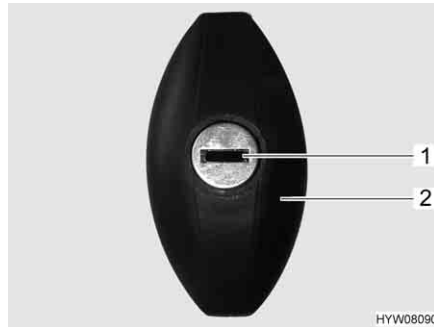

Fig. 61 Serratura dello sportello (ellittico, chiuso)
- Inserire la chiave nel cilindro della serratura (Fig. 61,1) e ruotare in senso antiorario di un mezzo giro. La maniglia della serratura (Fig. 61,2) scatta all'infuori.